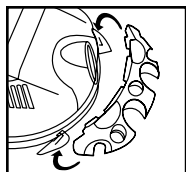

FIGURA 12
13. Presione en el centro del porta-herramientas hasta que la lengüeta quede asegurada en la parte inferior de la tapa. **FIGURA 12.**